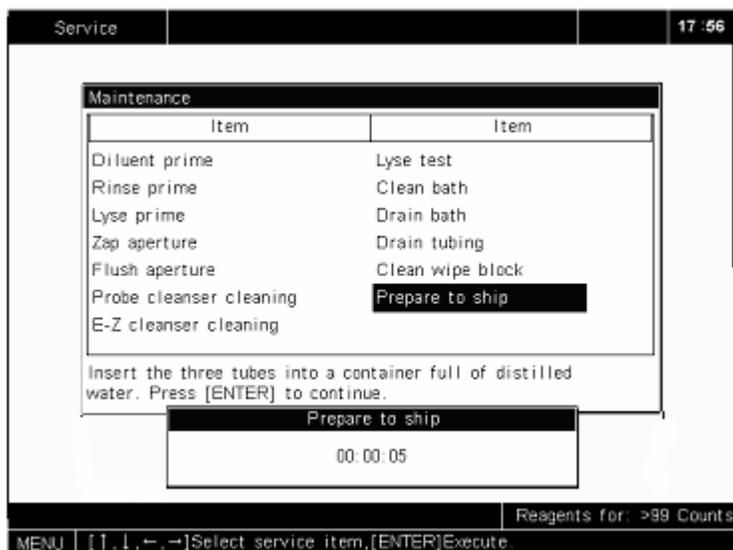

Рисунок 10-32 Промывка анализатора
4. После высушивания трубок, следуйте инструкциям, отображаемым на экране(**рис. 10-32**), чтобы поместить трубки промывающего раствора, дилюента и лизирующего раствора в дистиллированную воду, и нажмите [ENTER], чтобы промыть анализатор дистиллированной водой;